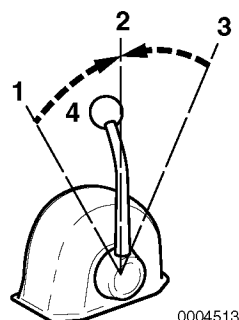

Figura 2
Use o manípulo do Acelerador (**Figura 2, (4)**) para controlar a aceleração e a desaceleração. Mova o manípulo devagar.
2. Quando muda entre MARCHA-À-FRENTE (**Figura 2, (1 ou 3))** e MARCHA-À-RÉ (**Figura 2, (3 ou 1))**, coloque a embraiagem em NEUTRO (**Figura 2, (2))** e faça pausa antes de mudar lentamente para a posição desejada. **NUNCA** passe abruptamente de MARCHA-À-FRENTE para MARCHA-À-RÉ ou vice-versa.